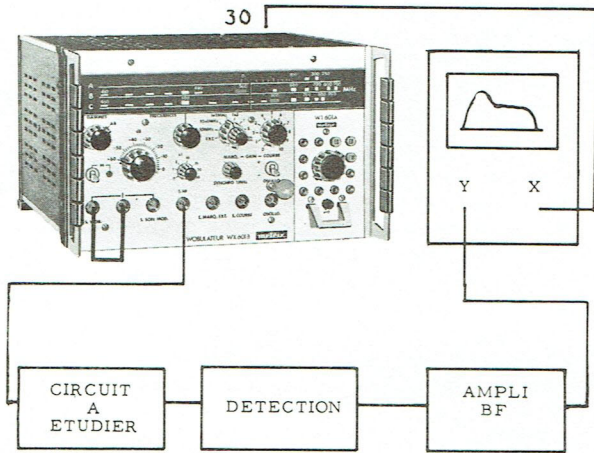

Fig 2.2
- La courbe de sélectivité est obtenue en injectant à l'entrée du circuit à étudier la tension HF wobulée (fréquence HF = fréquence du circuit), en détectant ce signal et en l'appliquant par l'intermédiaire d'un amplificateur BF à l'entrée verticale d'un oscilloscope, tel que le représente la figure 2.2.